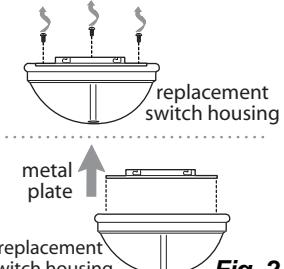

Fig. 2
- D. Remove screws from metal plate at top of replacement switch housing and remove metal plate. (See Fig. 2)
- D. Quitar los tornillos de la placa de metal en la parte superior de la caja de encendido de repuesto y quitar la placa de metal. (Ver la Fig. 2)